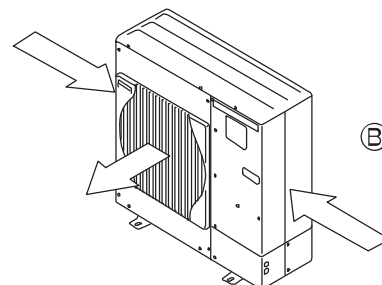

Fig. 2-4
③ Bringen Sie die Anlage so an, daß die Abluft aus der Luftaustrittsöffnung im rechten Winkel zu derjenigen Richtung geführt wird, aus der saisonal bedingt starker Wind bläst. (Fig. 2-4) B) Windrichtung